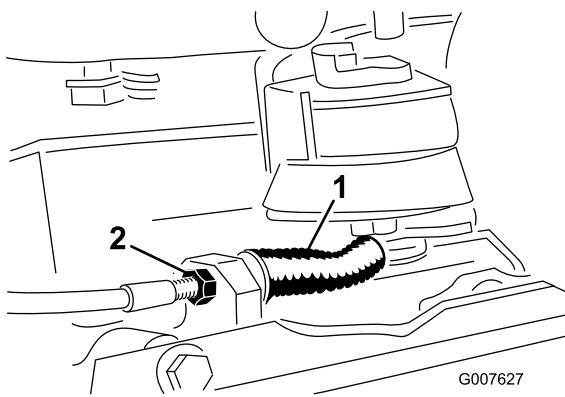

図 37
- ・ケーブルの張りをゆるくするには、ケーブルの前ジャムナットをゆるめて後ジャムナットを締める（図 37）。必要に応じて上記ステップ1と2を繰り返して再調整する。
- ・ケーブルの張りを強くするには、後ジャムナットをゆるめて前ジャムナットを締める（図 37）。必要に応じて上記ステップ1と2を繰り返して再調整する。